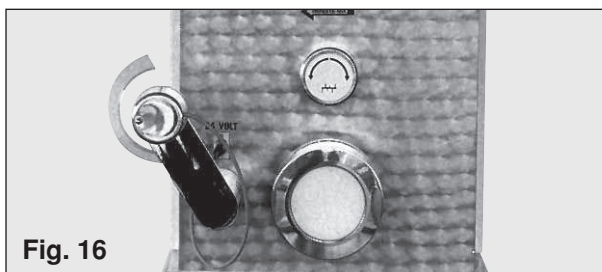

Fig. 16
- faire tourner le groupe de coupe dans la position de repos (**Fig. 16**);